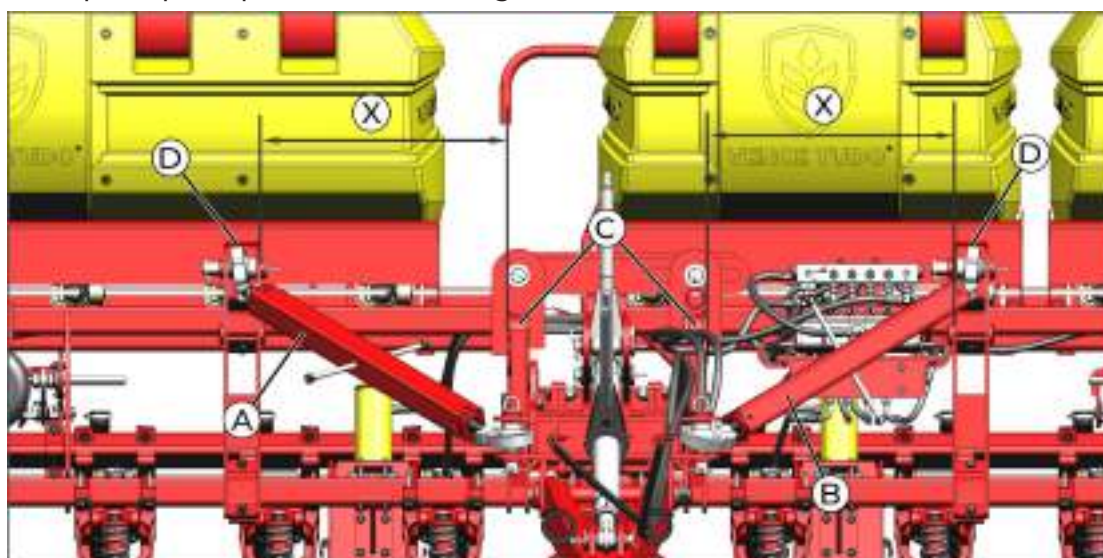

fig. 148
Os tirantes tem a função de estabilizar e manter o alinhamento da semeadora durante o trabalho. O tirante direito (A) deve ser montado a uma distância de 676 mm (X), tomando como referência a parte interna do suporte (C) do cabeçalho superior com a lateral interna do suporte de fixação do tirante (D) (fig. 148).